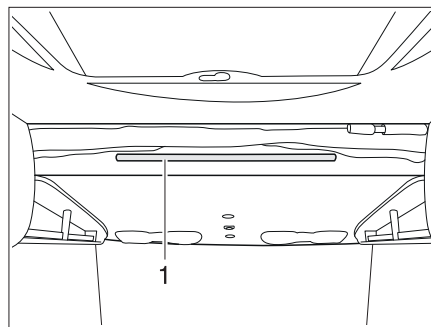

Fig. 161 Letto basculante, elettrico
- Agganciare la scaletta di accesso al letto basculante con i due archetti nella barra di sostegno (Fig. 161,1).